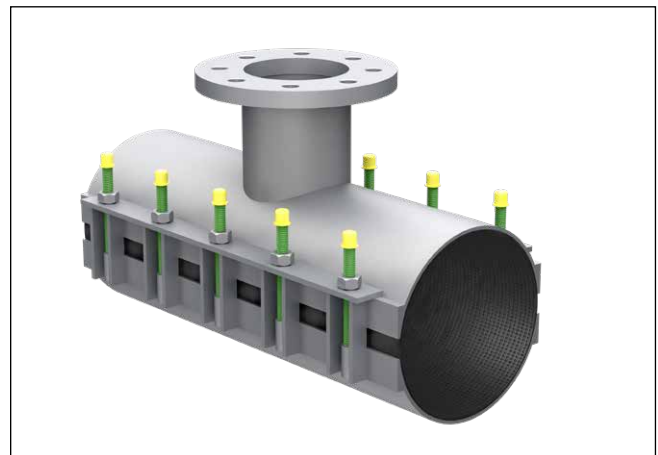

Рис. 71: Нарізний затискач
13.9. Приєднання до напірних трубопроводів на об'єкті (див. Рис. 71)